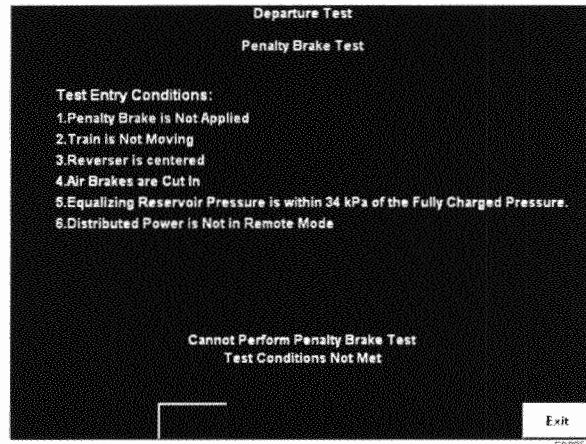

Figura 3-70. Prueba de partida – Prueba del freno de penalización
2. Oprima la tecla Penalty Brake Test (Prueba del freno de penalización). Aparece la pantalla de Condiciones de ingreso a la Prueba de partida/Prueba de freno de penalización. Consulte Figura 3-70.
3. Configure la locomotora para cumplir las condiciones de Ingreso a la prueba que se muestran en la Figura 3-70. Las condiciones alcanzadas aparecen en verde. Toda condición no alcanzada aparece en amarillo, y también aparece un mensaje en amarillo.
4. Una vez que se cumplen todas las condiciones de ingreso a la prueba, oprima la tecla StartTest (Iniciar prueba). Cuando la prueba se encuentra en progreso, la pantalla se mantiene como la Figura 3-70, sólo que la tecla Start Test (Iniciar prueba) desaparece y el mensaje **CANNOT PERFORM PENALTY BRAKE TEST (NO SE PUEDE REALIZAR LA PRUEBA DEL FRENO DE PENALIZACIÓN)** es reemplazado por el mensaje